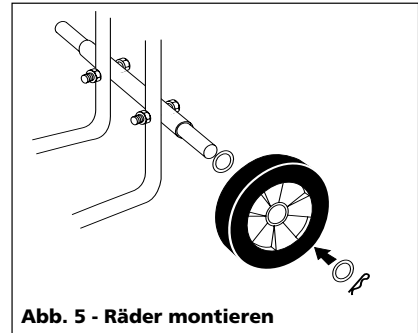

Abb. 5 - Räder montieren
5. Diesen Vorgang auf der anderen Seite wiederholen (siehe Abb. 5).